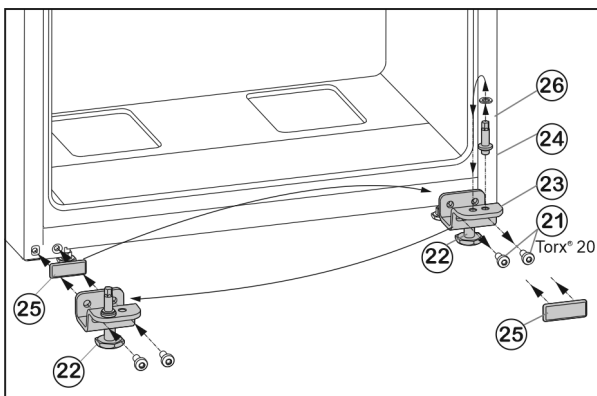

Fig. 7
- ▶ Odvijte pričvršne vijke Fig. 7 (21).
- ▶ Skinite cijeli podložak ležaja dolje Fig. 7 (23) zajedno sa svornjakom ležaja Fig. 7 (24), pločicom Fig. 7 (26) i podesivom nožicom Fig. 7 (22).
- ▶ Potpuno odvijte svornjak ležaja Fig. 7 (24) zajedno s pločicom Fig. 7 (26), premjestite ga u suprotnu prihvatnu rupu podloška ležaja i ponovo zavijte.
- ▶ Pažljivo skinite poklopac Fig. 7 (25) i premjestite ga na drugu stranu.
- ▶ Cijeli podložak ležaja dolje Fig. 7 (23) zajedno sa svornjakom ležaja Fig. 7 (24), pločicom Fig. 7 (26) i podesivom nožicom Fig. 7 (22) ponovno pričvrstite na novoj strani šarke, po potrebi uz pomoć odvijača na baterije (s 4 Nm).
- ▶ Stavite donja vrata odozgo na svornjak ležišta Fig. 7 (24).
- ▶ Podložak ležaja u sredini (13) umetnite u donja vrata okrenut za 180° pa ga pričvrstnim vijcima (11) (2 puta Torx® 20) **pritegnite čvrsto (s 4 Nm)** na novu stranu šarki.
- ▶ Ponovo postavite plastičnu pločicu (10).
- ▶ Odvijte podesivu nožicu Fig. 7 (22) napodlošku ležaja dolje Fig. 7 (23) tako da se podupre o pod.